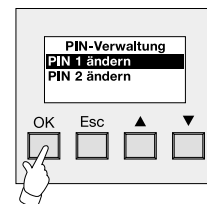

Bild 8:
7. An dieser Stelle können die 6-stelligen Geräte-PINs verwaltet werden (vgl. Bild 8).